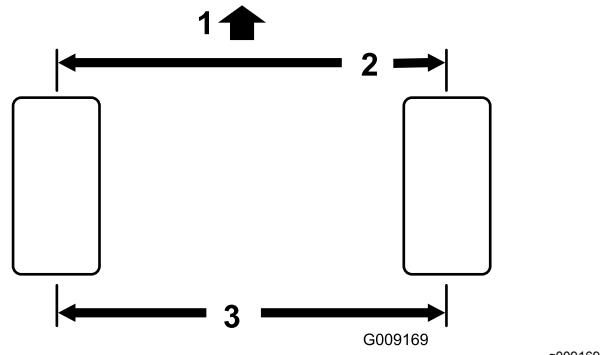

Figura 53
1. Mida la distancia entre centros (a la altura del eje) en la parte delantera y trasera de los neumáticos de dirección (Figura 53).